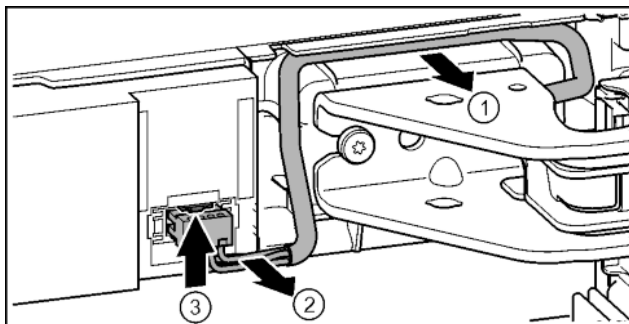

Fig. 18
- ▶ Kabel über Lagerbock vorsichtig aus der Führung lösen. Fig. 18 (1)
- ▶ Kabellitzen vorsichtig aus Kanal ziehen. Fig. 18 (2)
- ▶ Lasche nach oben drücken und Stecker vorsichtig herausziehen. Fig. 18 (3)